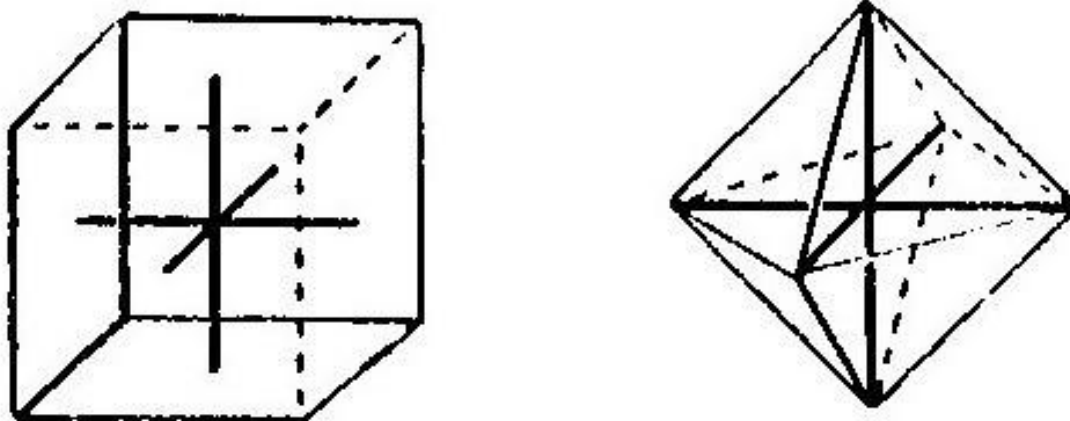

Рис. 46
1. Изометрическая или правильная система (рис. 46). Три равные оси, все под прямым углом.
Можно представить, что грани и углы каждого кристалла расположены определенным образом вокруг одной из этих систем осей. Куб, например, отнесен к плану 1, ось которого заканчивается в центре каждой грани; в то время как в правильном восьмиграннике ось заканчивается в каждом телесном угле. Эти формы показаны на рис. 46. Будет видно, что обе эти фигуры принадлежат к одной и той же системе, хотя они очень различаются по внешнему виду. Таким же образом многие геометрические формы могут быть получены из каждой из систем, и светлые линии вокруг осей на чертежах показывают две простейшие формы каждой из систем.